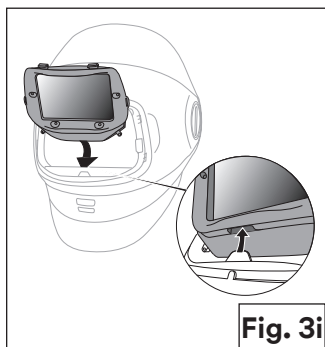

Fig. 3i
- f. Vuelva a instalar el ADF en el protector de soldadura exterior colocando primero la parte inferior del ADF en abertura que se encuentra en el centro del protector de soldadura exterior. A continuación, incline el ADF en el protector de soldadura exterior y presione firmemente las dos pestañas de bloqueo hasta que escuche un “clic” (Fig. 3i).